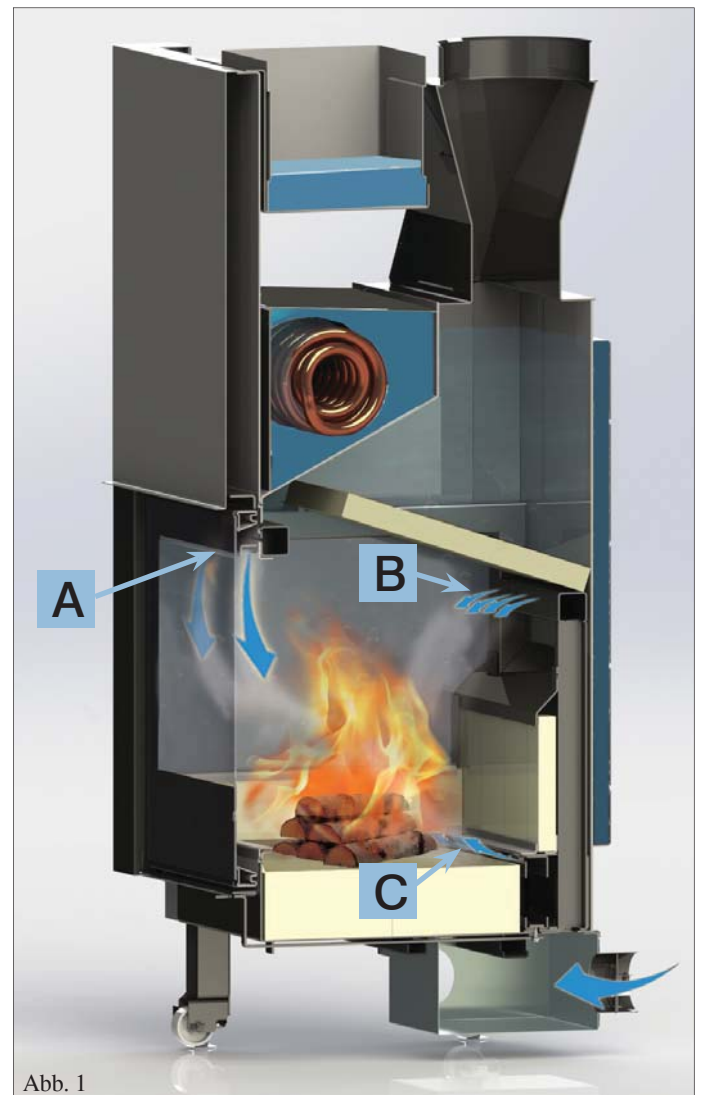
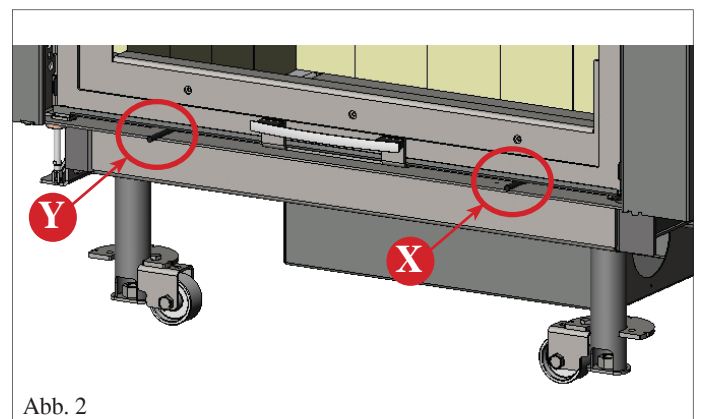

Abb. 1
Abb. 2
Die primäre Verbrennungsluft (A) und die Luft zur Scheibenreinigung wird von der Scheibenoberseite zugeführt, nachdem sie sich auf ihrem Weg erhitzt hat (Abb. 1); sie hält so die Scheibe sauber.
Die Luftmenge wird über einen Hebel links unter der Tür (Y - Abb. 2) geregelt und erhitzt sich beim Durchgang in den seitlichen Leitungen und oberhalb der Öffnung des Feuerraums.
Die sekundäre Verbrennungsluft (B) oder die Luft zur Nachverbrennung wird in den Feuerraum über die auf dem Boden des Feuerraums befindlichen Öffnungen eingeführt (Abb. 1). Die Luftmenge zur Nachverbrennung ist vorgeeicht. Die Luft wird über eine Leitung aus dem unteren Teil des Heizkamins entnommen und erwärmt sich beim Durchgang auf der Rückseite des Feuerraums durch die starke Erhitzung, der sie ausgesetzt ist; schließlich tritt sie aus Öffnungen unterschiedlichen Durchmessers auf den Boden aus.
Die sogenannte „Turboluft“ (C) wird am unteren Rand des Feuerraums eingeführt und trifft dort auf die Glutoberfläche (Abb. 1), wo sie das Anzünden des Heizkamins beschleunigt. Die Regulierung erfolgt durch Betätigung des Hebels rechts unter der Tür (X - Abb. 2)